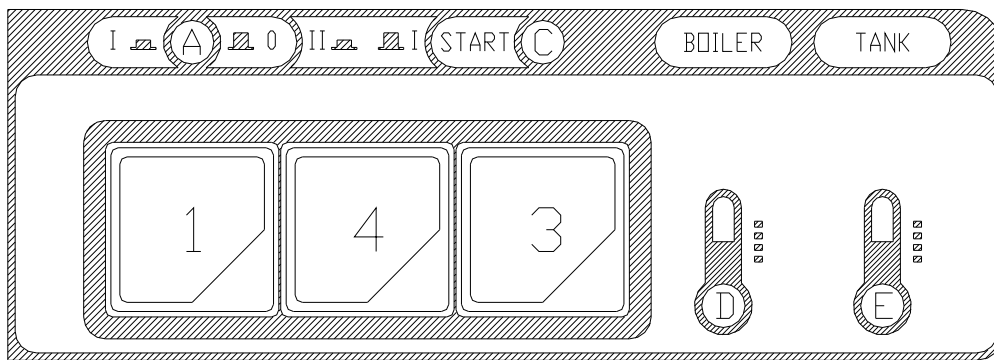

Bild. 3-2
1. Die Maschine nicht ausschalten. Die grüne Kontrolllampe A leuchtet (Bild 3-2).